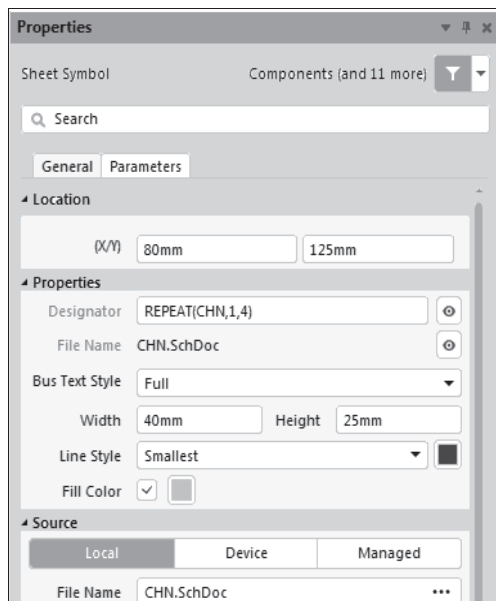

Рис. 4.19. Настройки схемного символа в панели **Properties**
5. Выбрать курсором образованный «символ листа», войти в панель **Properties** (рис. 4.19) и отредактировать обозначение символа: в поле **Designator** скомпоновать запись: **REPEAT(CHN,1,4)**, где **REPEAT** — ключевое слово «Повторить», а в скобках заключено условное обозначение канального схемного листа, где через запятые — число повторений канала с номера 1 по 4. Символ листа приобретает вид пакета из трех страниц.